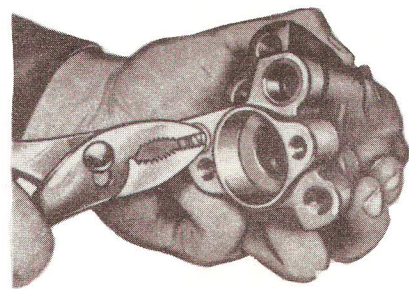

Fig. 18 — Desmontando el Tapón de la Válvula de Reacción. Típico
14. Después de quitar el tapón y el sello anular, quite la válvula limitadora de reacción (Fig. 18).